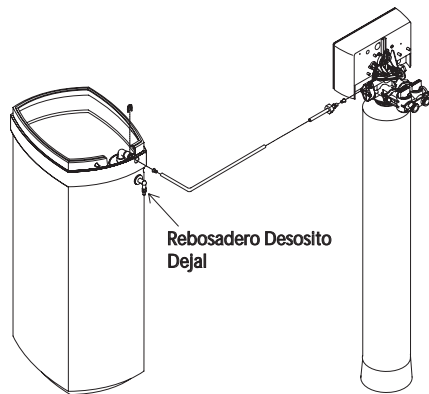

Figura 7
- Deslice la tuerca de lata de compresión sobre el final de la línea de salmuera seguido por el regetón y tubo de apoyo. Unir la línea de salmuera al accesorio de lata en el lado derecho de la válvula. (ver figura 7).
- Inserte el tubo de soporte dentro del otro final de la línea de salmuera y empuje la línea de salmuera dentro del codo de la flota de seguridad de salmuera. Usar un sujetador para asegurar la conexión. (ver figura 7).
- Corra una línea de salmuera de desborde de 1/2 pulgada I.D. desde el codo de desborde sobre el lado del borde del tanque hacia un desagüe aprobado (ver figura 7).